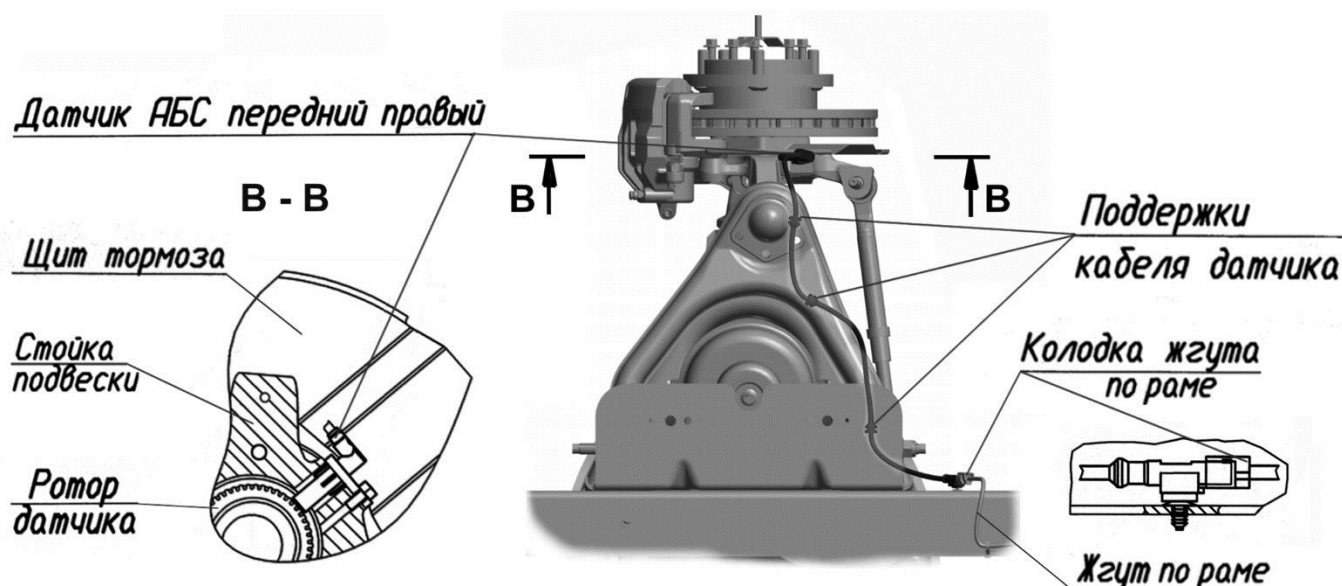

Рис. 7.80. Замена датчика АБС переднего правого колеса. Изображение для левой стороны автомобиля зеркально данному рисунку
- разъединить колодку жгута по раме и колодку датчика (см. рис. 7.80,7.81,7.82);